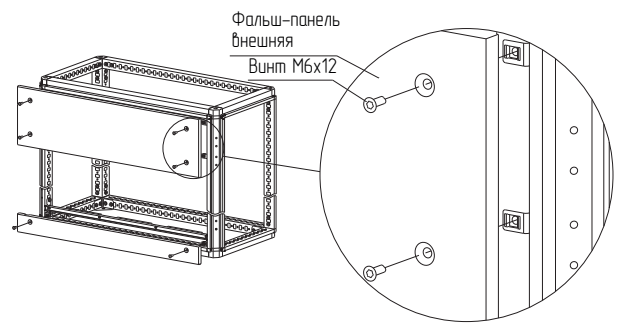

Рисунок 52
4.27.4 Закрепите фальш-панели внешние компенсированные винтами М6×12 (рисунок 52) момент затяжки – 7 Н·м.